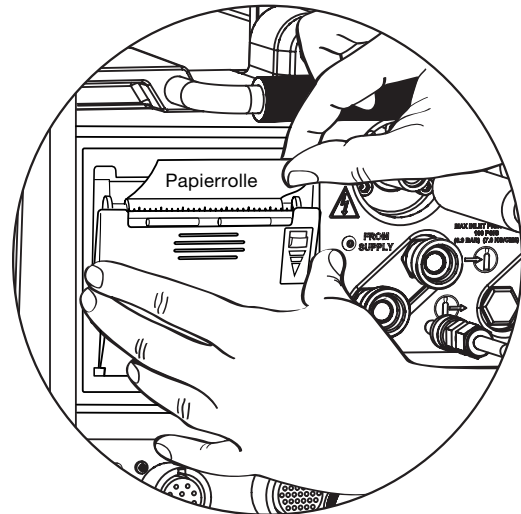

Abb. 53—Das Papier auf die Mitte ausrichten
4. Halten Sie das Ende des Papiers und schließen Sie die Druckabdeckung. Das Papier muss auf die Mitte ausgerichtet sein (Abb. 53).